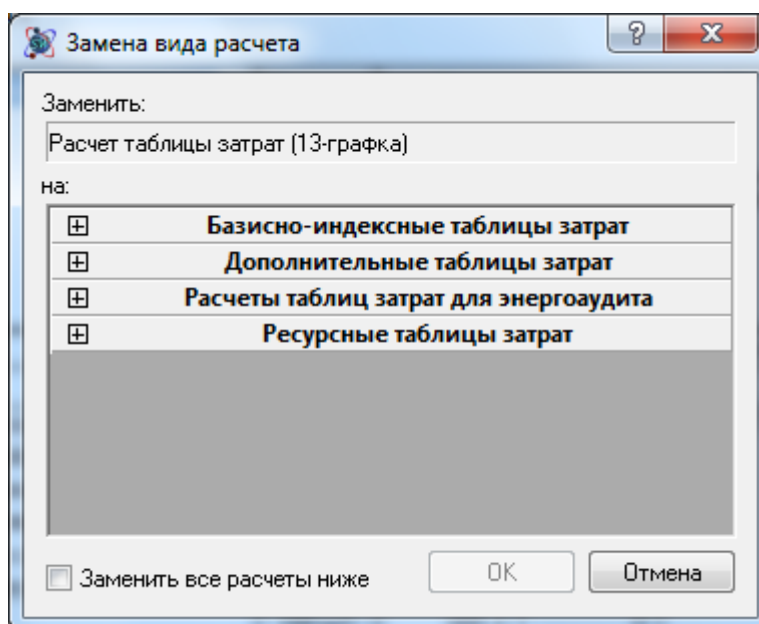

Рис. 1.32 Диалоговое окно Замена вида расчета
3. В открывшемся диалоговом окне *Замена вида расчета* (рис. 1.32) выбрать нужный вид и нажать на кнопку **OK**.